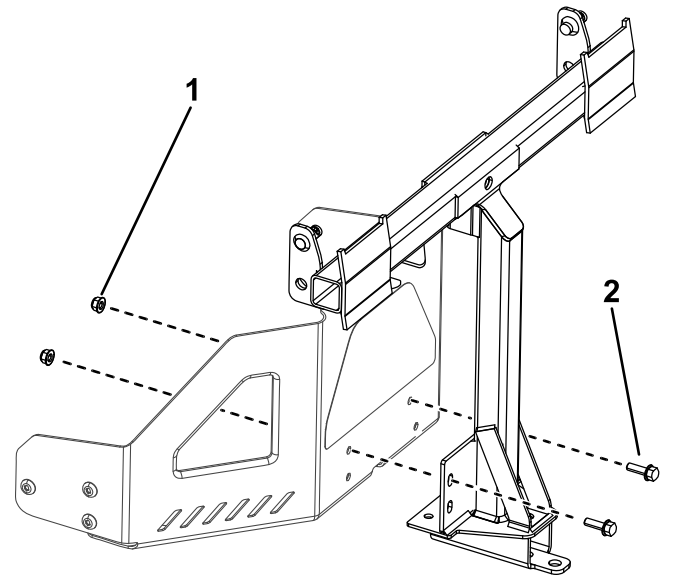

Figure 8
2. Montez le cadre pivotant sur le cadre de la machine comme montré à la Figure 8. Fixez le cadre pivotant à la machine au moyen de 2 boulons (5/16" x 1") et 2 contre-écrous (5/16").